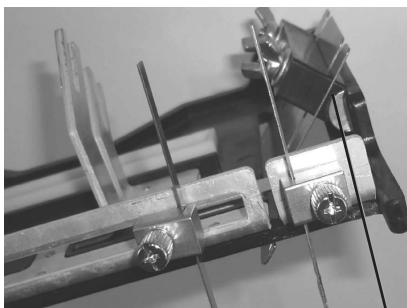

Abb. 1
2. Fixieren Sie die Klinge in den Blatthaltern (Abb. 1) auf der Frontseite des Schlittens und passen sie entsprechend der gewünschten Form, Tiefe und Breite an (Beispiel siehe Abb. 2). Mit einer entsprechenden Bleischere können Sie ebenfalls die Länge der Klinge anpassen.
3. Stellen Sie bei Winkelschnitten den Winkel und die Tiefe der unteren Führungsplatte entsprechend den Anforderungen ein (siehe Abb. 1).